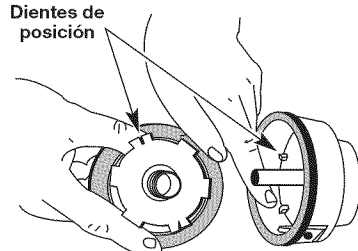

Fig. 16
5. Verifique el desgaste de los dientes de posición del carrete interior y bobina exterior (Fig. 16). Si es necesario, saque la rebaba o cambie el carrete y la bobina.